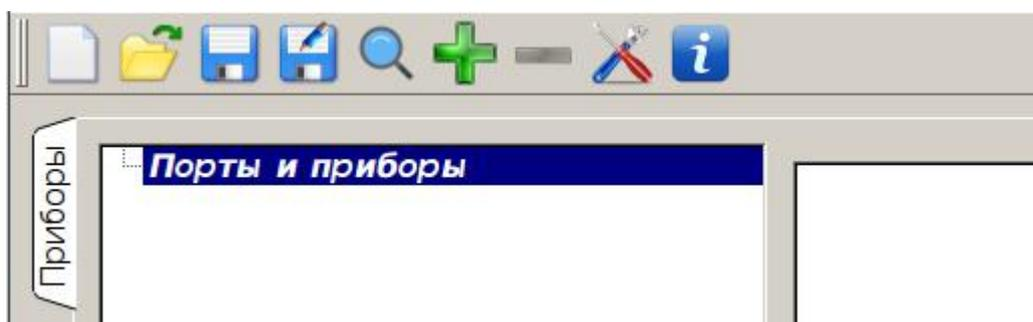

Рисунок 58 - Новое дерево объектов
- «**Новый**»: создание нового дерева объектов (Рисунок 58);